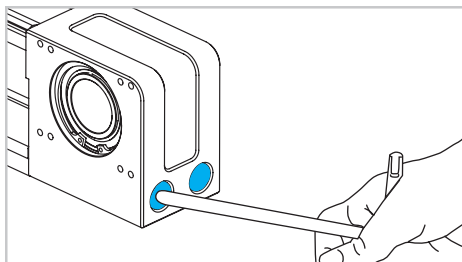

Fig. 7
- 4) Nelle taglie 80 e 100 svitare le due viti poste sulla testata stessa (fig. 7).